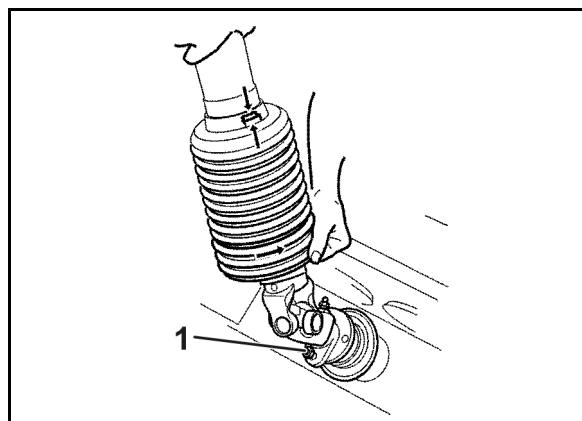

Bild 89
1. För undan kraftöverföringsaxelns skydd till monteringsläget (Bild 89).
De lösa, medföljande **skruvarna** M8 x 30 A2-70 är **reservbrytbultar** (Bild 89/1) för att fästa kraftöverföringsaxelns påsticksgaffel vid kragen på transmissionens ingående axel. Fetta alltid in kraftöverföringsaxelns ände innan den träs på växellådans ingående axel.